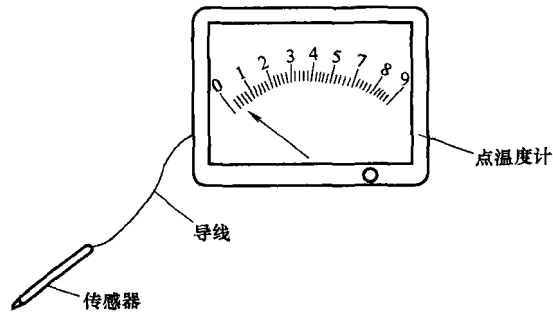

图 1-5 点温度计
很困难，但用拔销器就方便得多；更换双头螺栓，可以拔出不同大小的锥销，既方便又省力；⑤点温度计：主要用来测量机床主轴温度，以便分析主轴故障；点温度计操作方便，很省时（见图 1-5）。